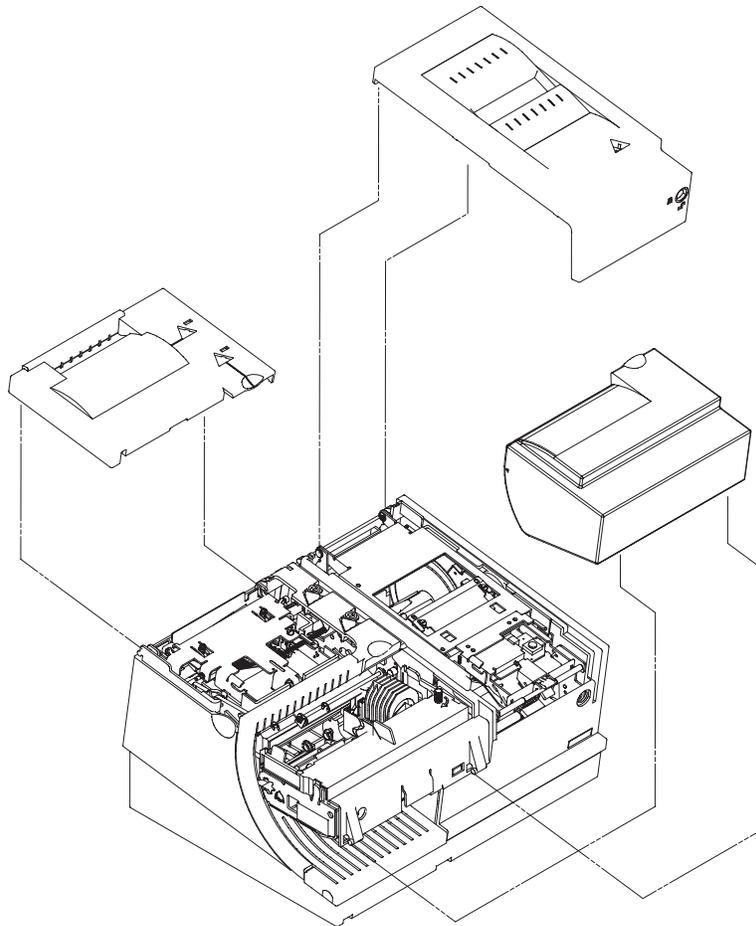

Figura 4-1. Extracción de las cubiertas del papel y de la cinta
La cubierta del papel hace referencia a la cubierta de la estación de recibo del cliente. La cubierta de la cinta hace referencia a la cubierta de la estación de inserción de documentos. Estos términos se utilizan de modo intercambiable. Estas cubiertas se muestran en la Figura 4-1 en la página 4-4.
3. Abra la cubierta del papel de recibo del cliente. Coloque el extremo superior del mango de un destornillador entre el lateral de la impresora y la cubierta superior. Luego cierre la cubierta superior sobre el destornillador, hágalo lado por lado. Esto hará que los pivotes de ambos lados se suelten. Tire de la cubierta del papel hacia delante y extraígalas. Consulte la Figura 4-1 en la página 4-4.